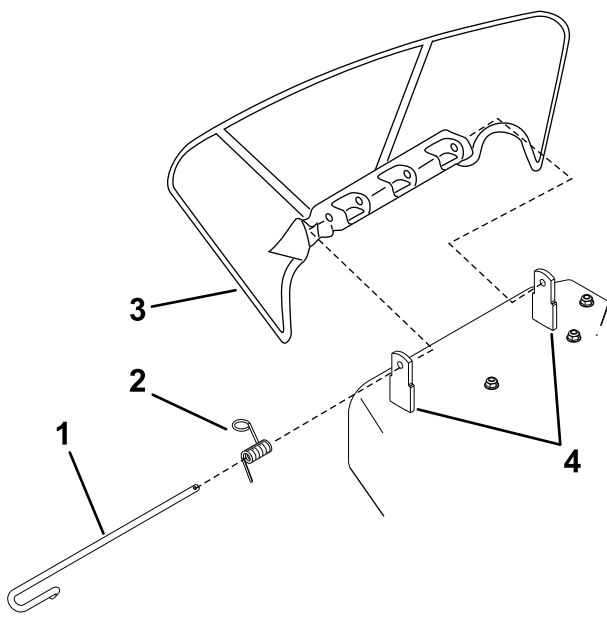

Figure 58
1. Désengagez le ressort du cran dans le support de déflecteur et sortez la tige des supports soudés du tablier, du ressort et du déflecteur d'éjection (Figure 58).
2. Positionnez le nouveau déflecteur d'éjection en plaçant les extrémités du support entre les supports soudés du tablier, comme illustré à la Figure 58.